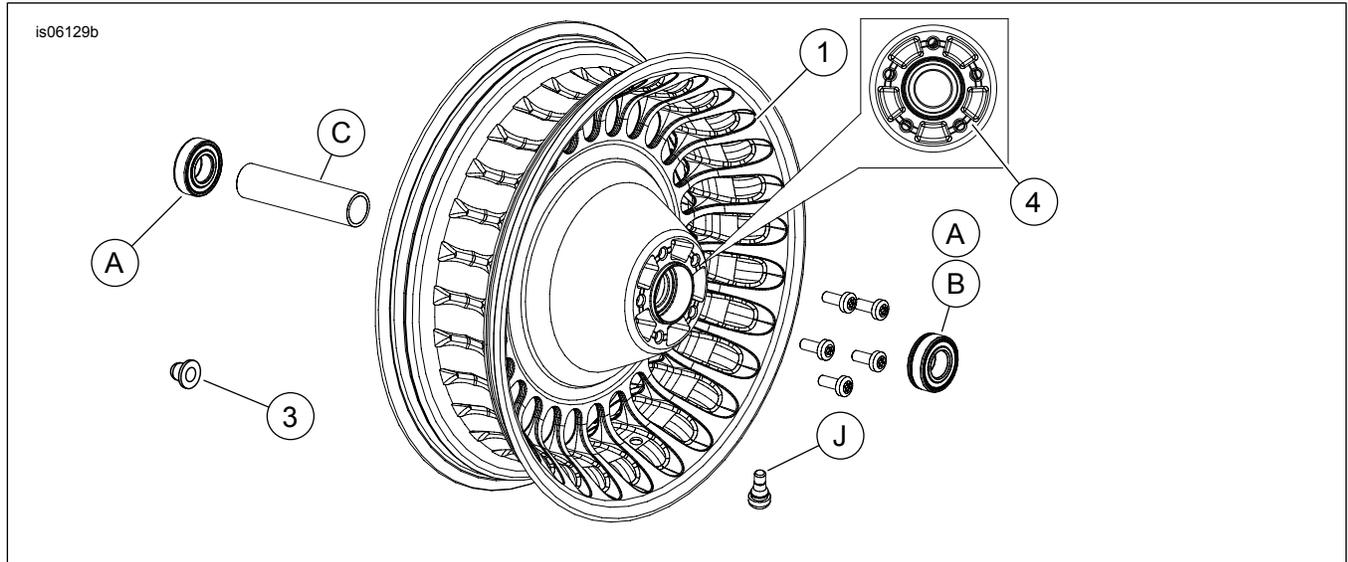

Abbildung 1. Ersatzteile: 28-Speichen-Hinterrad (16-Zoll-Rad abgebildet)
Siehe Abbildung 1 und Ersatzteiletabellen.
2. Siehe Abbildung 1. Die Ventilschaft-Baugruppe (J) am Rad anbringen. Siehe das Werkstatthandbuch.